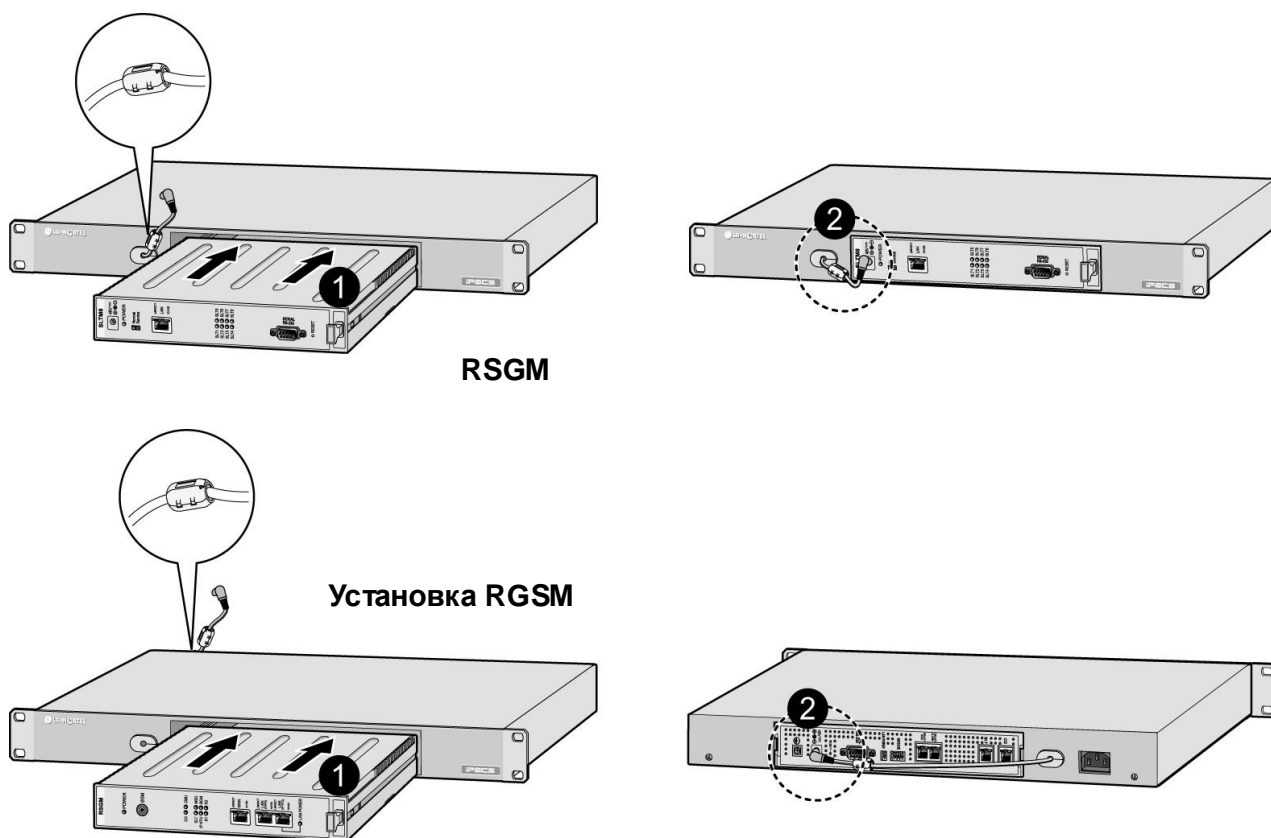

Рис. 4.3.5-2 Установка модуля в консоль 1U-RMB
3. Установите консоль 1U-RMB в стандартную 19"-стойку и надежно закрепите ее при помощи четырех крепежных винтов, гаек и стопорных шайб. См. Рис. 4.3.5-3.